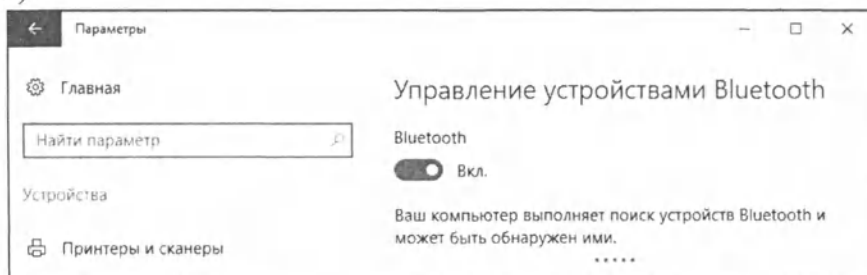

Рисунок 9. - Окно устройств Bluetooth Windows.
3. Проверить, чтобы Bluetooth-переключатель в правой части окна был включен (Рис. 9).